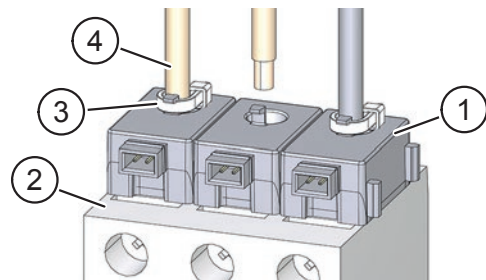

Abb. 3: Stromsensoren installieren
- ▶ Legen Sie die verketteten Stromsensoren (Pos. 1 in Abb. 3) so auf die Oberseite des Sicherungsautomaten (Pos. 2 in Abb. 3), dass die Öffnungen in den Stromsensoren mit den Leiteröffnungen am Sicherungsautomaten fluchten.
- ▶ Führen Sie die Leiter (Pos. 4 in Abb. 3) durch die Öffnungen in den Stromsensoren und fixieren Sie die Leiter an den Klemmen des Sicherungsautomaten.
- ▶ Fixieren Sie die beiden äußeren Leiter mit Kabelbindern (Pos. 3 in Abb. 3) an den Nasen der Stromsensoren.